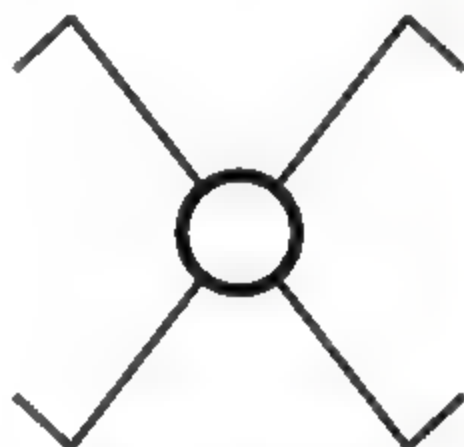

图7-63 打开素材
**01** 单击快速访问工具栏中的【打开】按钮，打开本书配备资源中的“素材\第7章 7-8 创建动态块.dwg”文件，如图7-63所示。